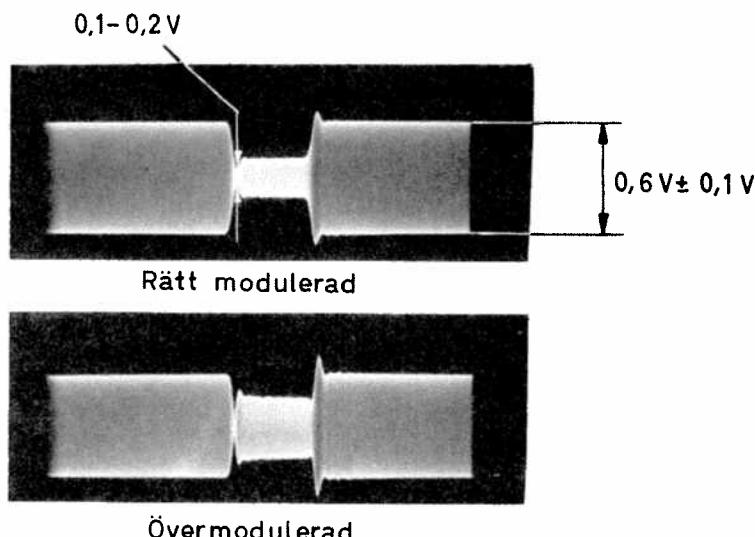

Bild 6
- 3.4.3.4 Anslut oscilloskopet till mätjacken J1 BASB på inkopplingenheten. Kontrollera att bärvägen är $0,6 V_{t-t}^{+0,1} - 0 V$ och att kvarvarande bärväg under videopulsmoduleringen är så liten som möjligt dock inte mindre än $0,1 V_{t-t}$. Kontrollera enligt bild 6 att bärvägen inte är övermodulerad.